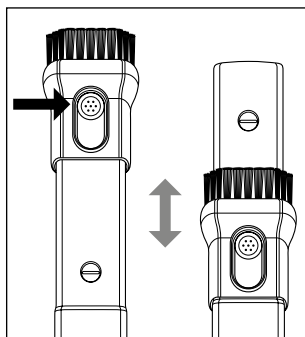

Fig. 3
- ◆ Pour régler le suceur 2 en 1 **12** maintenez le bouton appuyé sur la buse à brosse. Poussez la buse à brosse vers l'avant lorsque vous souhaitez l'utiliser. Poussez la buse à brosse vers l'arrière lorsque vous souhaitez utiliser le suceur étroit (voir fig. 3).